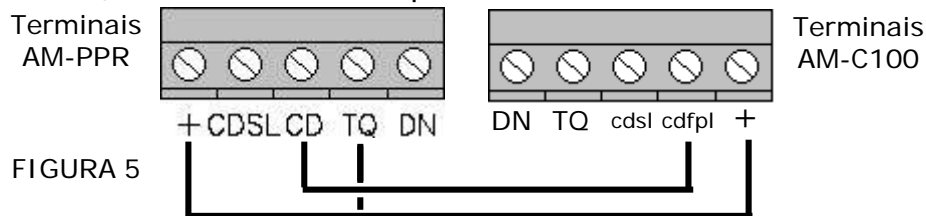

FIGURA 5
Para instalar o porteiro AM-PPR com apenas uma tecla reservada para central AM-C100 é necessário colocar o "JUMPER" J1 e retirar o "JUMPER" J2 existente na placa do porteiro, depois ligue os terminais (1) ou (T) de cada interfone nos terminais dos módulos de teclas referentes aos apartamentos e o terminal (TQ) da central no terminal referente a uma tecla que deve ser reservada para central. Interligue os pontos (+) e (CD) do porteiro AM-PPR aos pontos (+) e (CDFPL) da central AM-C100 (vide FIGURA 5). Utilize um cabo multipar com fio #24AWG para interligar os pontos, exceto pelo positivo que deve ser reforçado utilizando 3 ou 4 pares.